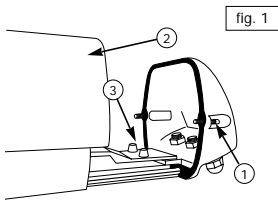
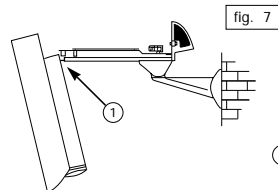

fig. 1
fig. 7
Per l'apertura della custodia, svitare le due viti poste lateralmente a metà altezza sul fondo posteriore (fig.1 punto 1), sfilare il corpo (punto 2), appenderlo al sostegno apposito (fig. 7 punto 1) e lasciare in posizione di lavoro la slitta interna ed esterna. Solo prima di chiudere la custodia mettere all'interno la busta silicagel togliendo il sac-
4. Fissare il circuito stampato sulla predisposizione della slitta nei pressi del fondo posteriore (fig. 1 punto 3).